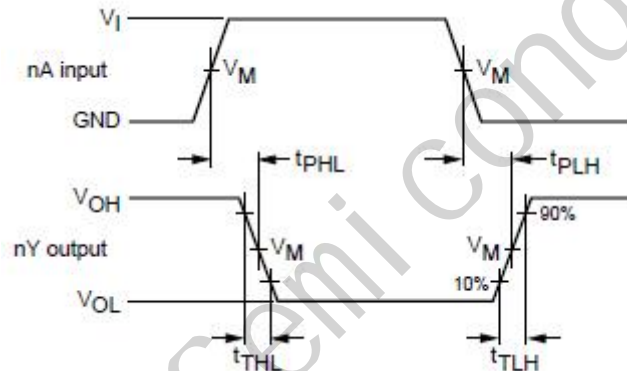

图 6、数据输入 (nA) 到输出 (nY) 的传输延时和输出转换时间
3.3.5、交流参数 1 ($T_{amb}=25^{\circ}\text{C}$, $GND=0$, $t_r=t_f=6.0\text{ns}$, $C_L=50\text{pF}$, 见图 6、图 7)
3.3.6、交流参数 2 ($T_{amb}=-40 \sim +85^{\circ}\text{C}$, $GND=0$, $t_r=t_f=6.0\text{ns}$, $C_L=50\text{pF}$, 见图 6、图 7)